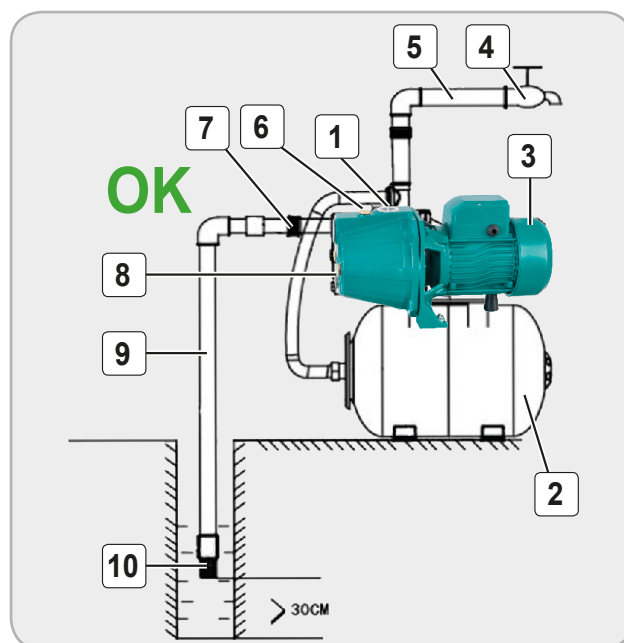

Fig.8
Pe întreaga perioadă de funcționare a hidroforului trebuie să se asigure un mediu uscat și ventilat la temperaturi cuprinse între +4...40°C (Fig.8).
o acoperire adecvată pentru a preveni ploaia, vântul sau înghețul (Fig.8).
- **Corectă** - vezi Fig.8;